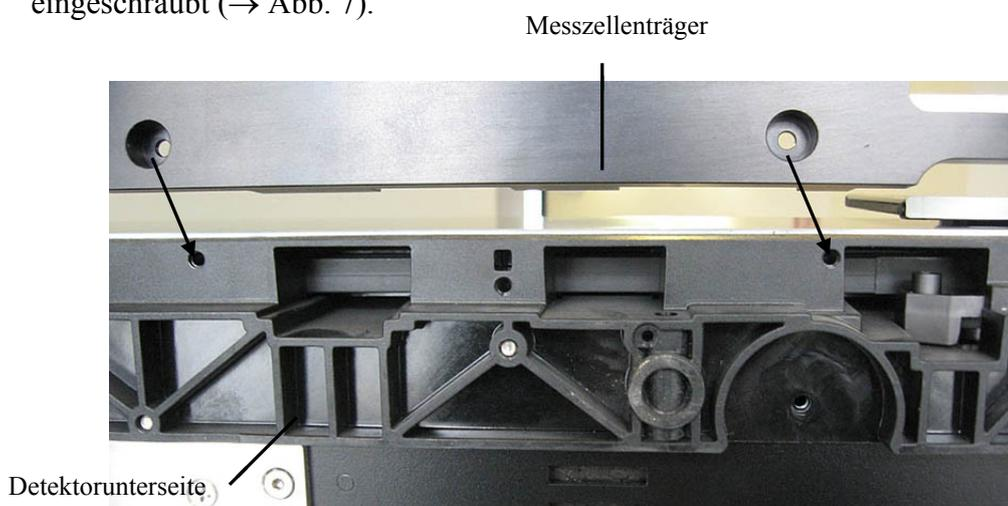

Abb. 7: Aussparungen an Detektorunterseite
1. Auf der Detektorunterseite befinden sich links vorne drei rechteckige Aussparungen, die das Profil des Messzellenträgers aufnehmen sollen. In die Bohrungen neben den beiden äußeren Aussparungen werden die beiden Schrauben für den Messzellenträger eingeschraubt (→ Abb. 7).